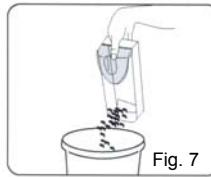

Fig. 7
2. Videz le réservoir à poussière (Fig. 7). Si vous le désirez, vous pouvez le rincer à l'eau afin de le nettoyer. Assurez-vous cependant qu'il soit **entièrement sec** avant de le remettre dans la balayeuse.